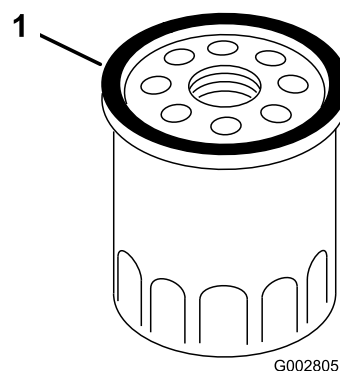

Figura 29
7. Utilize o dedo para revestir a junta do novo filtro com óleo (Figura 29).